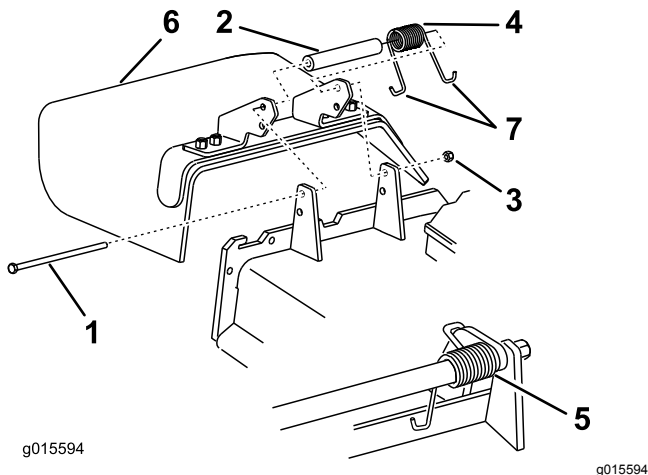

Figure 93
1. Retirez le contre-écrou, le boulon, le ressort et l'entretoise qui fixent le déflecteur aux supports de pivot (Figure 93).
Remarque: Prenez soin de placer une extrémité en J du ressort derrière le bord du plateau avant de mettre le boulon en place, comme montré à la Figure 93.
6. Accrochez 1 extrémité en J du ressort au déflecteur d'herbe (Figure 93).